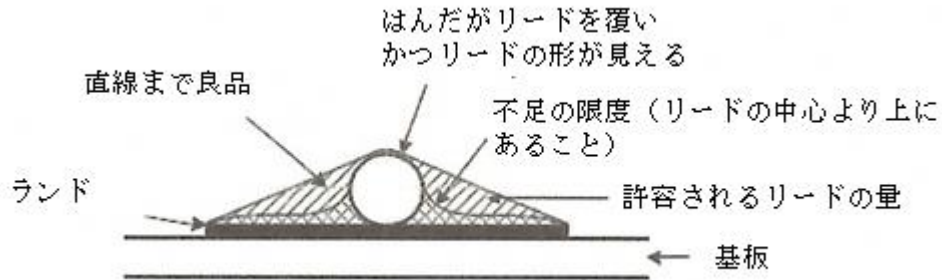

図18 はんだの量の例
- ⑨ジャンパー線 (部品面のスズメッキ線) は、他の部品と同様に取り扱う。(第 3 版改訂)
(3) はんだ付け作業に関する仕様
①はんだのぬれ性
②はんだの量
- ・はんだの量は、部品リード線の折り曲げ部分、線の切り口等をはんだが覆い、かつ肉厚が薄く線の形がわかるものとし、その例を図18に示す。